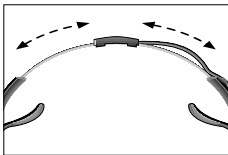

Fig. 7
3. Se o arco de nuca não assentar òtimamente, pode reajustar as hastes como ilustrado na figura 6. Posicione o passa-cabo de tal forma que o cabo fique desapertado (veja fig. 7).